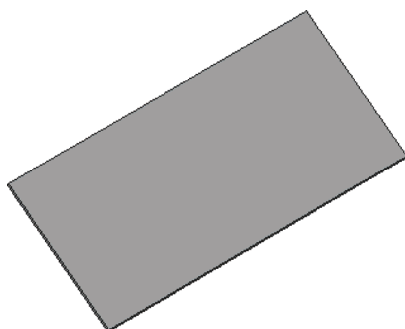

图 13-42 打开模型文件
STEP 01 单击快速访问工具栏中的“打开”按钮，打开模型文件，如图 13-42 所示。